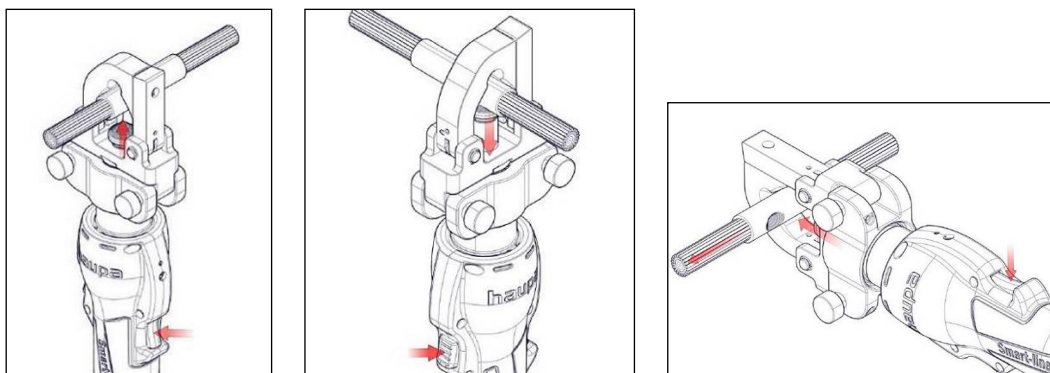

Bild 5: Crimpverbindung
- Drücken Sie die Starttaste der Maschine und die Rücklauffaste, um die Crimpverbindung aus dem Arbeitsbereich herauszunehmen, siehe Bild 5 unten: